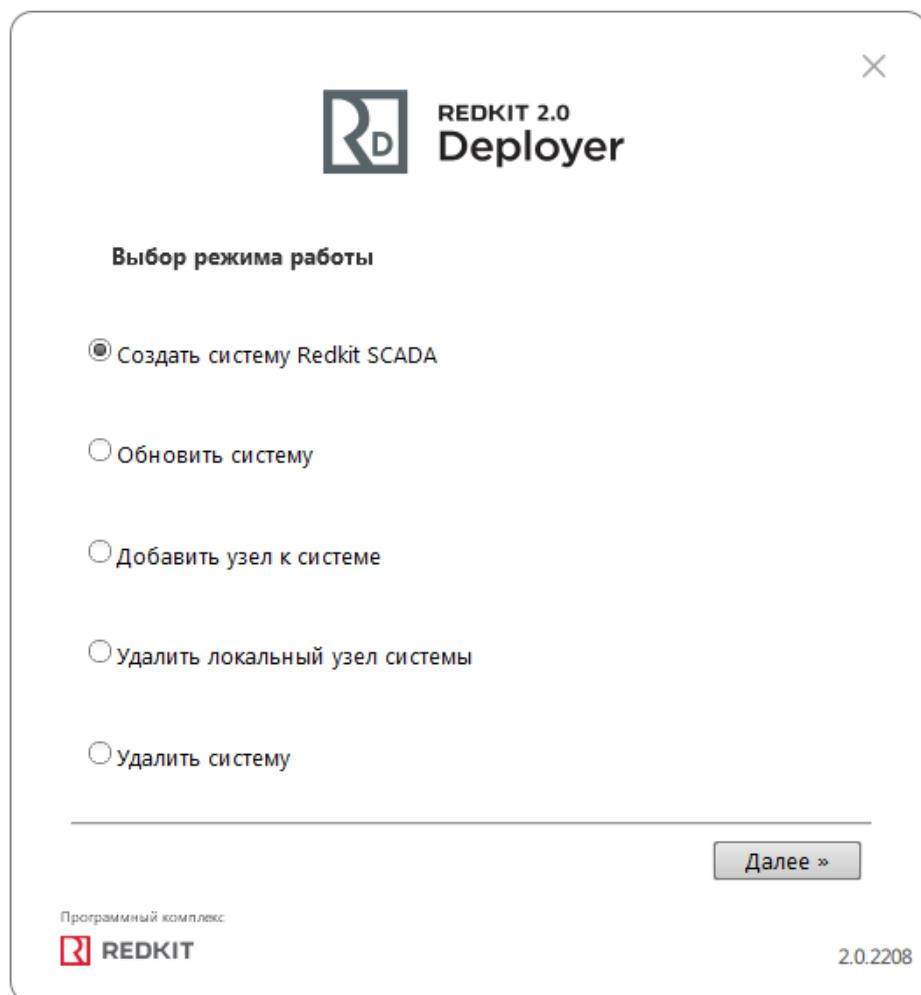

Рисунок 97 - Выбор режима работы
3. Выберите режим работы **Создать систему Redkit SCADA** и нажмите **Далее** (Рисунок 97).